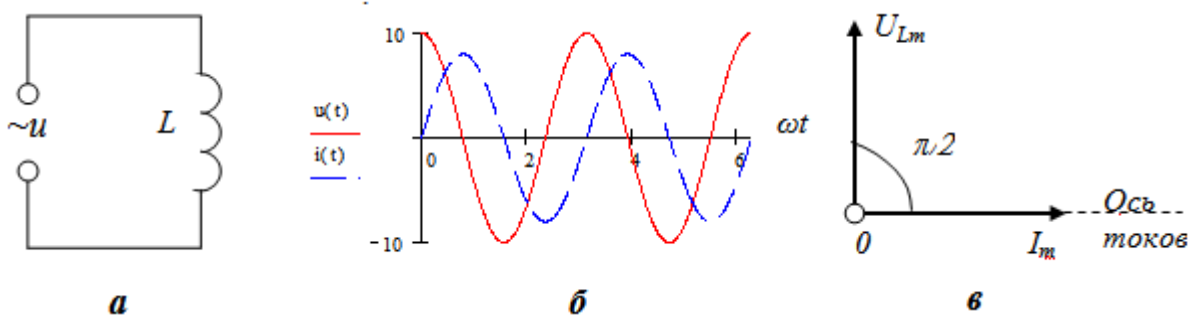

Рис. 3.
2. Пусть нагрузкой источника переменного тока является катушка индуктивности L . Активным и емкостным сопротивлением данной цепи пренебрегаем (рис.3,а).
Из сравнения формул (6) и (1) видно, что ток в цепи, содержащей чисто индуктивную нагрузку, *отстает* от напряжения по фазе на $\pi/2$ радиан (рис. 3,б). На векторной диаграмме (рис. 3в) вектор напряжения U_{Lm} повернут на угол $\pi/2$ от вектора тока в положительном направлении – против часовой стрелки, вектор тока I_m отстает от него.